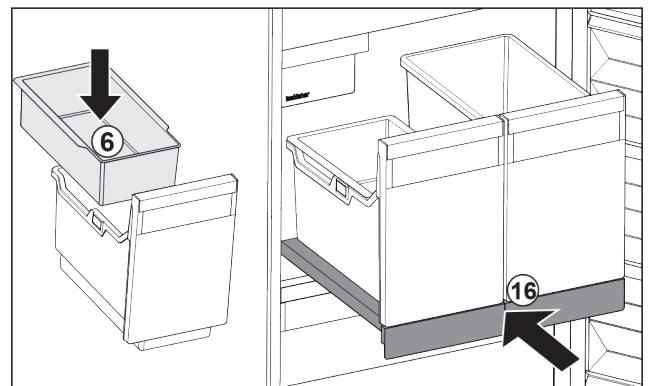

Fig. 111
- ▶ Inhangschaal Fig. 111 (6) voor ijsblokjes aanbrengen.
- ▶ Uitschuifplateau met bak (IceTower) er inschuiven. Fig. 111 (16)